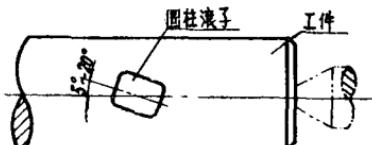

图 3
(图 3)，以便在滚压当中形成碾压过程，提高加工表面光洁度；
(3) 对阶梯轴类的圆根处，应把圆柱滚子与工件夹角对至零度，然后用手动赶制，圆柱滚子端面与刀体端面长出1毫米的目的就在于此；
(4) 在制造这一工具时，须要注意支承圆柱滚子的铜套，在靠近轴承的一侧，先用刮刀刮一下(图3)，以保证滚压时圆柱滚子能很好的与轴承接触和自如地转动。